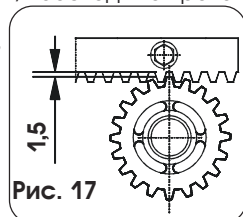

Рис. 17
- Завершив установку зубчатой рейки, необходимо проверить ее сцепление с шестерней, для чего мы рекомендуем опустить редукторный электродвигатель примерно на 1,5 мм (рис. 17).